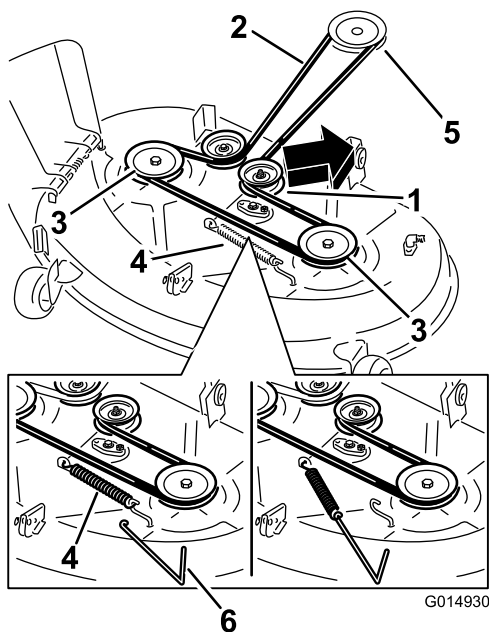
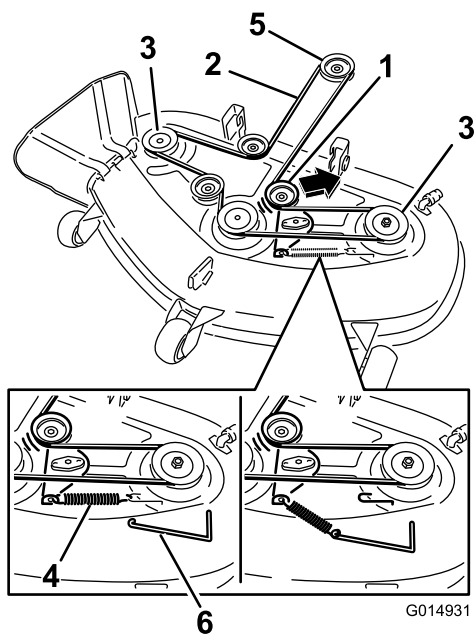

Figure 57
Figure 58
6. À l'aide d'un outil de dépose de ressort (réf. Toro 92-5771), décrochez le ressort du crochet sur le plateau pour détendre la poulie de tension et déchaussez la courroie des poulies (Figure 57 et Figure 58).
7. Acheminez la courroie neuve autour des poulies du moteur et du plateau de coupe (Figure 58).
8. À l'aide d'un outil de dépose de ressort, accrochez le ressort à l'ergot sur le plateau pour tendre la poulie de tension et la courroie de plateau de coupe (Figure 57 et Figure 58).